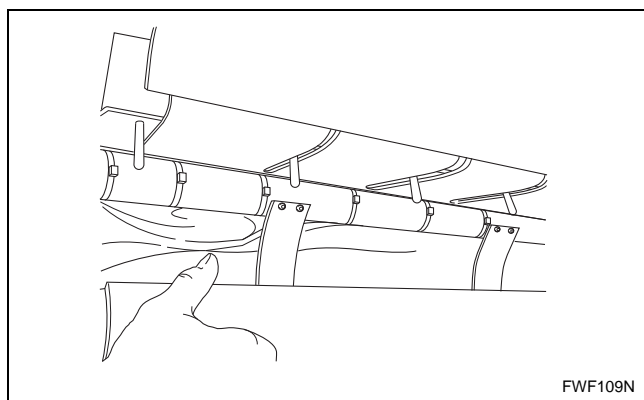

Figura 12
- a. Remova o papel de proteção da parte de baixo da mesa de alimentação. Consulte *Figura 12*.